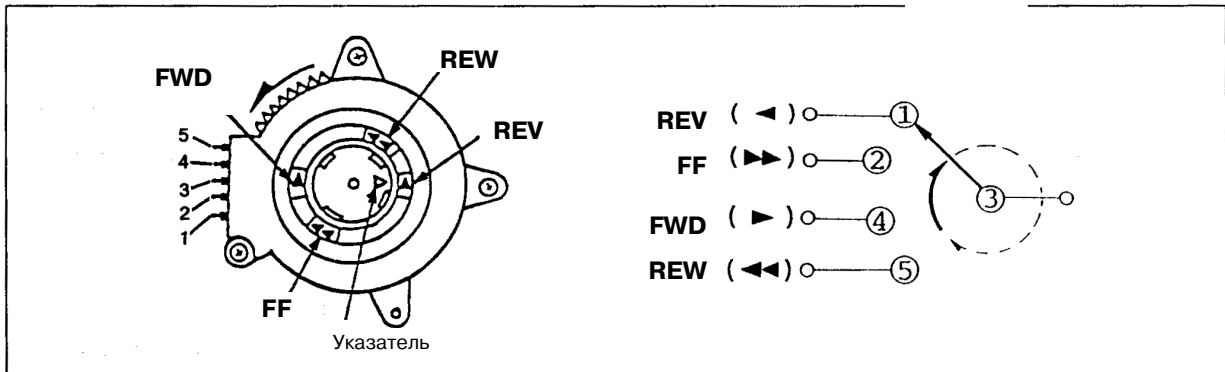

Рис. 11 Поворотный переключатель.
- В процессе работы поворотный переключатель вращается только в направлении, указанном стрелкой на рис.11.